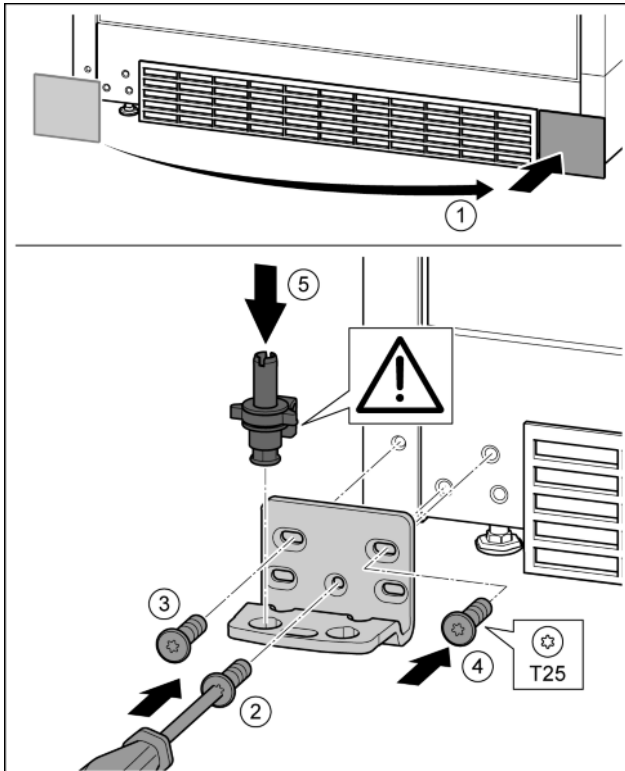

Fig. 16
- ▶ Afdekking eraf halen en op de andere kant aanbrengen. Fig. 16 (1)
- ▶ Lagerbus op de andere kant aanbrengen en met behulp van een schroevendraaier T25 vastschroeven. Met schroef 2 onder in het midden beginnen. Fig. 16 (2)
- ▶ Schroef 3 en 4 vastschroeven. Fig. 16 (3, 4)
- ▶ Lagerbus volledig aanbrengen. Let op dat de vergrendelnok naar achter wijst. Fig. 16 (5)